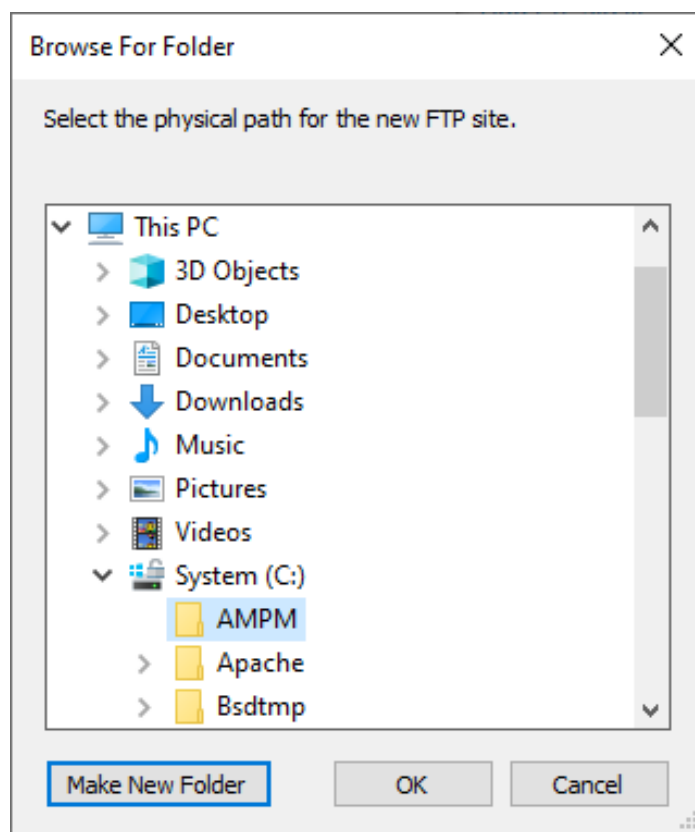

Figura 35 Posizione della cartella consigliata
4. Selezionare una cartella per la connessione al sistema RenAM 500. I file con i dati AMPM verranno inviati a questa cartella (vedere Figura 35).